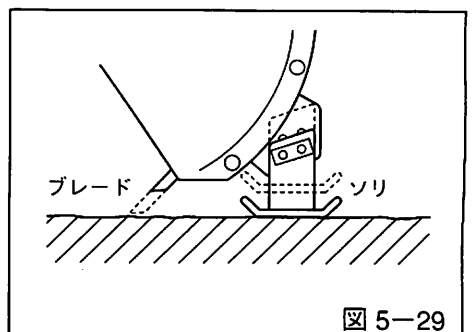

図 5-29
- 整地された路面、アスファルト路面を除雪する場合にはソリのボルトを緩めてソリを上に向け、ブレードをソリと同じ高さにはセットすれば、路面ストレスまできれいに除雪ができます。(図5-29参照)